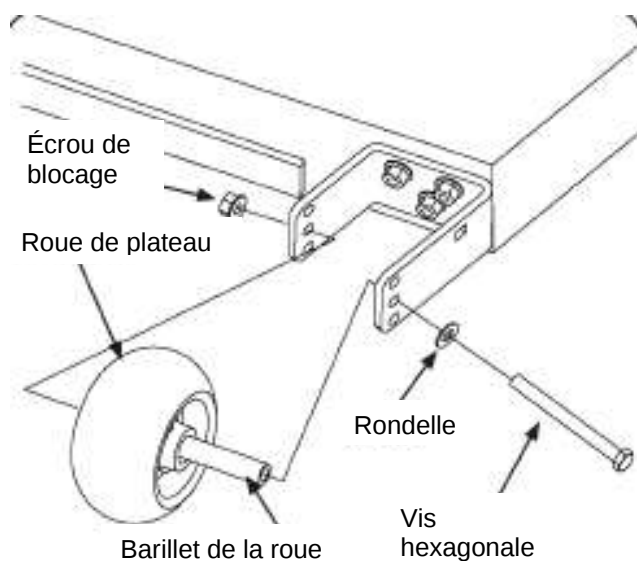

Figure 6-7
Pour serrer et desserrer la tension de la courroie, serrez ou desserrez les contre-écrous sur la tige en U (voir la Fig. 6-7) jusqu'à ce qu'une poignée de dix livres avec dynamomètre dévie la courroie d'environ 1/2".
2. Retirez les écrous de blocage en fixant solidement l'une des vis à épaulement de la roue de jauge avant au plateau. Enlevez la roue de jauge et la vis hexagonale. Référez-vous à la Fig. 6-7.